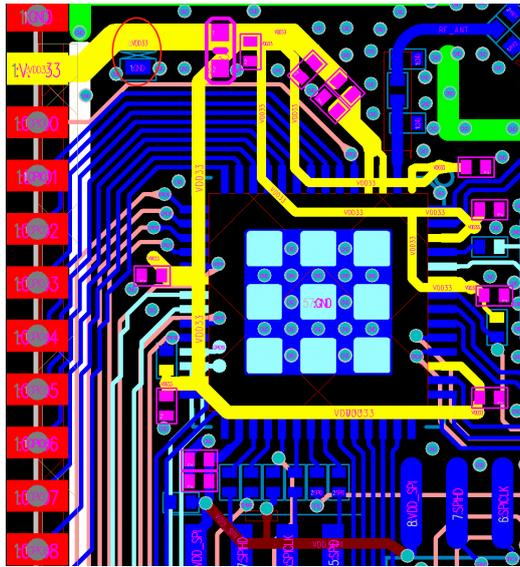

图 13: ESP32-S2 四层板电源设计
- 图 13 中黄色高亮信号线即为 3.3 V 电源走线。主干电源走线的线宽建议至少 25 mil，pin3、pin4 分支电源走线建议至少 20 mil，其他分支电源走线建议 10 mil。
- 图 13 中红色圆圈部分为 ESD 保护管靠近电源端口放置。电源走线进入芯片前需添加一个 10 μF 电容，该电容与 0.1 μF 电容搭配使用。而后电源走线可在此分支，进行星形走线，减少不同电源管脚之间的耦合。所有的去耦电容请靠近对应电源管脚放置，去耦电容的接地管脚请就近打地孔，保证较短的返回路径。
如图 13 所示，如需在模组背面芯片下方添加散热焊盘 EPAD，建议对 EPAD 进行九宫格处理，间隙处盖油墨，而地孔则打在间隙处。这样可以有效地改善模组 EPAD 焊接至底板时的漏锡问题。